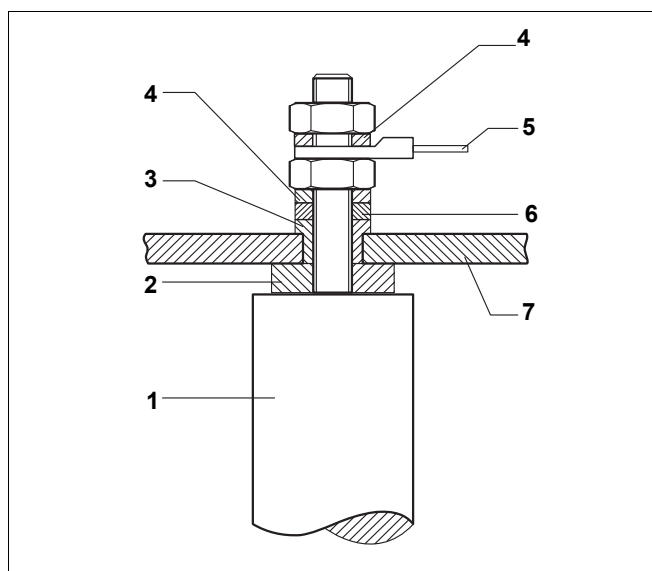

Fig. 9 Montarea anodului de magneziu
- Desfaceți șuruburile cu cap hexagonal din flanșă, scoateți flanșa cu anodul de magneziu și verificați anodul în vederea degradării (Fig. 9).
- Etașnați din nou anodul de magneziu (Fig. 9).